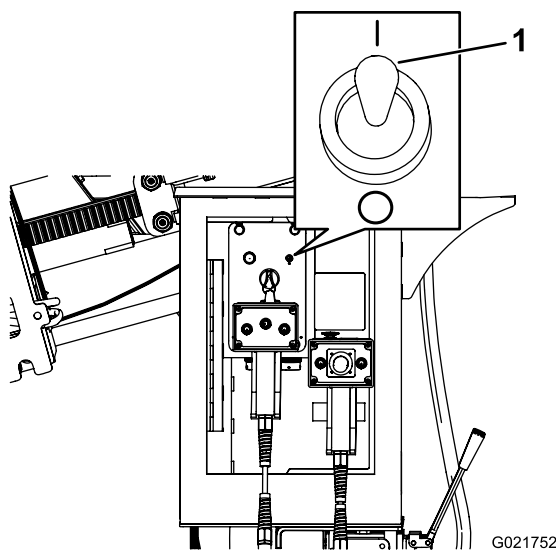

Figure 158
6. Placez la commande du tuyau d'arrosage auxiliaire en position de marche (I) (Figure 158).